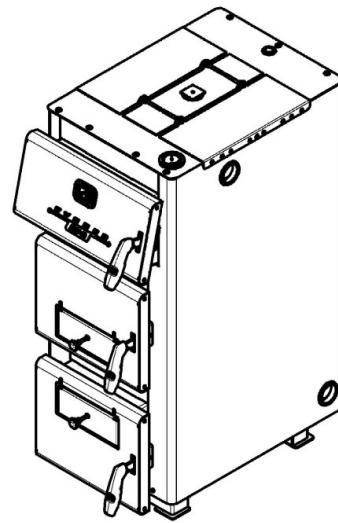

Рисунок 15
2. Надежно зафиксируйте монтажную платформу с боковыми пластинами винтовыми соединениями (четыре винта M6×60, шайбы и гайки M6) (Рис.15).